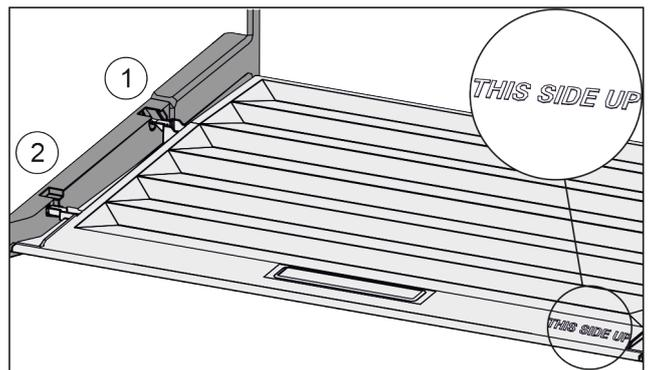

Fig. 151
- ▶ Inserire le nervature del coperchio attraverso l'apertura del supporto posteriore Fig. 151 (1) e innestare anteriormente nel supporto Fig. 151 (2).